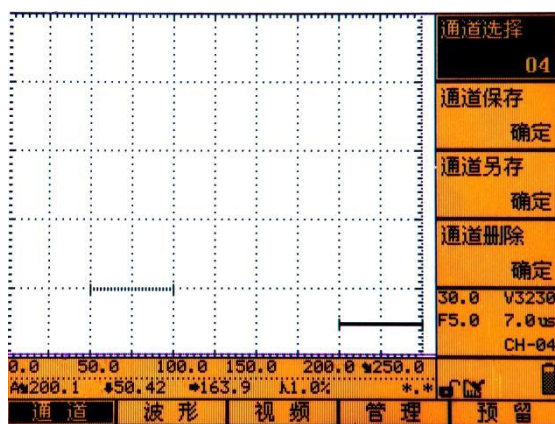

图 5.1
- 2、通过【向上】或【向下】键，选择“通道选择”子菜单，左旋或右旋飞轮，选择空通道。系统会默认此通道为仪器的当前通道，如图 5.1 所示。